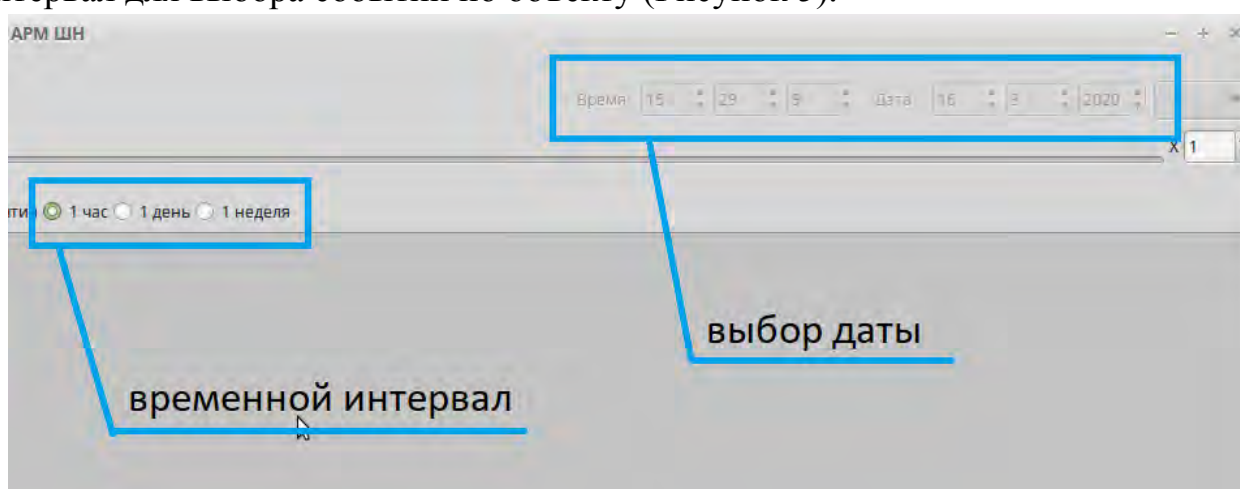

Рисунок 5. Выбор даты и временного интервала событий по объекту.
7.1.5. Выполнить загрузку событий по объекту, для чего необходимо запустить протокол программы АРМ ШН. Переключаем программу АРМ ШН в режим просмотра протоколов, выбираем дату и временной интервал для выбора событий по объекту (Рисунок 5).